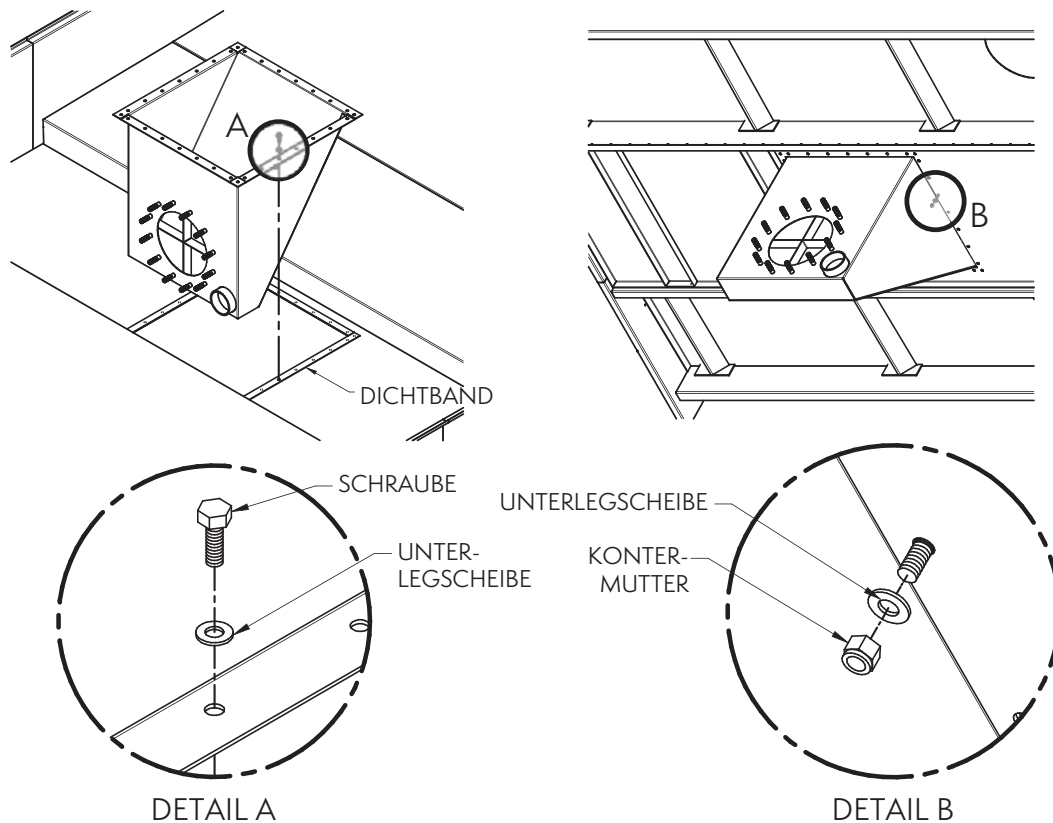

Abb. 4 – Installation eines Sinkkastens mit seitlichem Auslass
1. Suchen Sie die quadratische Öffnung im tiefsten Teil der Kühlturmwanne. Bringen Sie Dichtband über den Schraublöchern rund um die Öffnung an (wie in **Abb. 4** dargestellt).